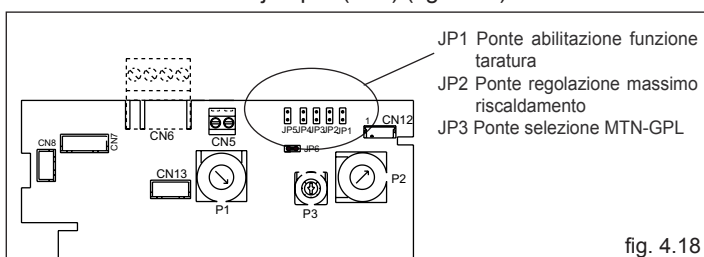

fig. 4.18
⚠ La funzione "regolazione elettrica" viene attivata e disattivata esclusivamente dal jumper (JP1) (fig. 4.18).
- inserire il jumper JP1 (fig. 4.18) per abilitare le manopole poste sul pannello di comando alle funzioni di regolazioni del minimo e del massimo riscaldamento.
- inserire il jumper JP2 (fig. 4.18)